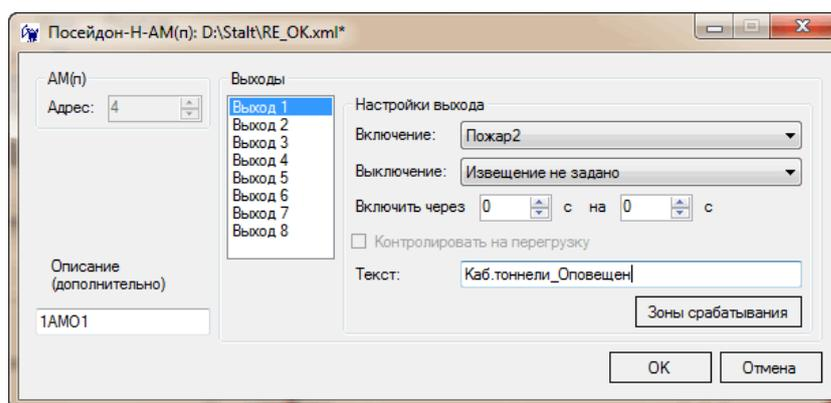

Рисунок 6.54 - Конфигурирование «Посейдон-Н-АМ(п)»
**Настройки выхода** – в этой части окна задаются конфигурационные данные отдельно для каждого из выходов 1-8. Для того, чтобы произвести конфигурирование любого из выходов, нужно щелкнуть левой кнопкой мыши в нужной строке в окне «Выходы», при этом становятся активными недоступные ранее параметры конфигурирования выходов (см. рисунок 6.54).